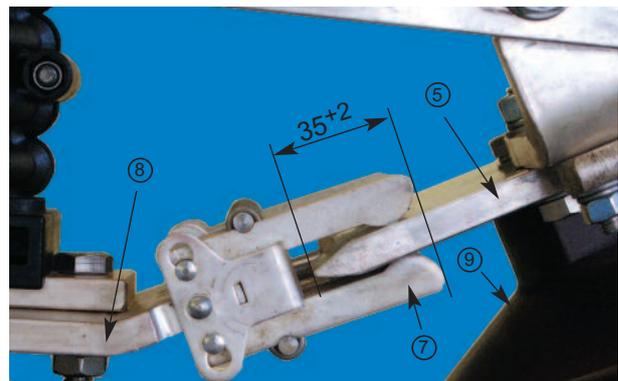

Abb. 4: Einstellen der Kontaktfingerpaare
- Linearität der neuen Anschlussplatte (5) zur feststehenden Kontaktplatte (8) unter zu Hilfenahme eines Lineals sicherstellen
- Die Anschlussplatte (5) am beweglichen Isolators (9) muss zentrisch in die Kontaktfingerpaare (7) eindringen (Abb. 4)
- Anschlussplatte (5) muss sich min. 35 mm in den Kontaktfingern (7) befinden (Abb. 4)
- Befestigungsschrauben M 10x25 (11) der Anschlussplatte (5) anziehen (Anziehdrehmoment: 32 Nm)
- Linearität der Anschlussplatte (5) zur feststehenden Kontaktplatte (8) unter zu Hilfenahme eines Lineals sicherstellen
- Die Anschlussplatte (5) des beweglichen Isolators (9) muss zentrisch in die Kontaktfingerpaare (7) eindringen
- Die Anschlussplatte (5) muss sich min. 35 mm in den Kontaktfingern (7) befinden (Abb.4, S.7)
- Befestigungsschrauben M 10x25 (11) der Anschlussplatte (5) anziehen (Anziehdrehmoment: 32 Nm).